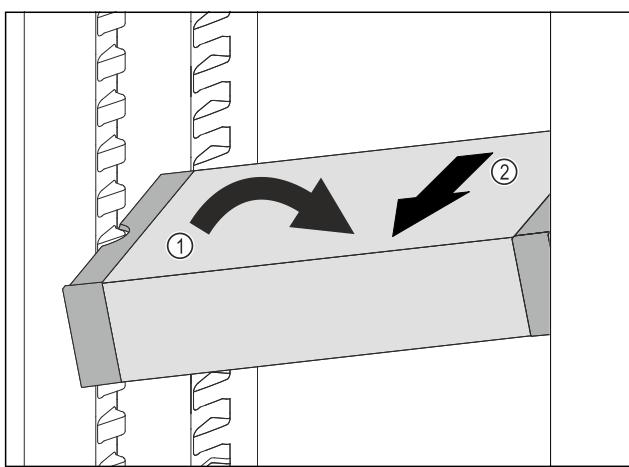

Fig. 129
- Наклонете VarioSafe в хладилната част. Fig. 129 (1)
- Извадете VarioSafe напред. Fig. 129 (2)